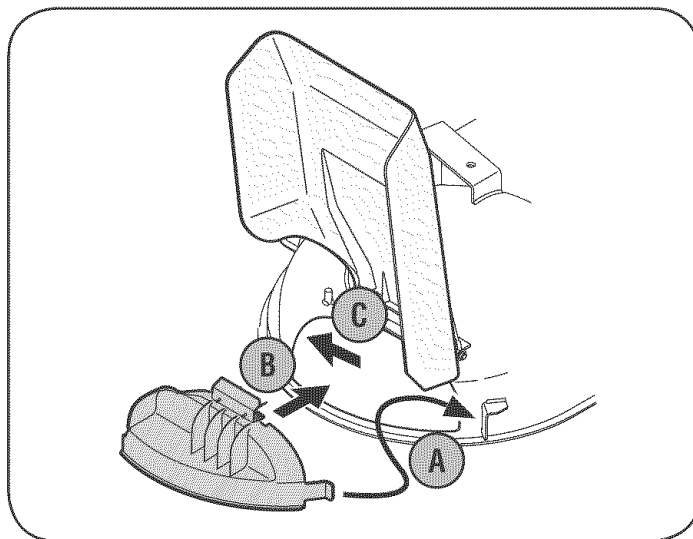

Figura 8
3. Para instalar la clavija de abono, inserte la lengüeta derecha (A) de la clavija en el soporte de la plataforma, Figura 8.
4. Inserte la cubierta en la abertura de descarga (B), Figura 8.
5. Una vez que la clavija de abono está colocada en la abertura de la plataforma, empújela hacia la parte posterior de la cortadora (C) para que la clavija calce correctamente en la abertura, Figura 8.